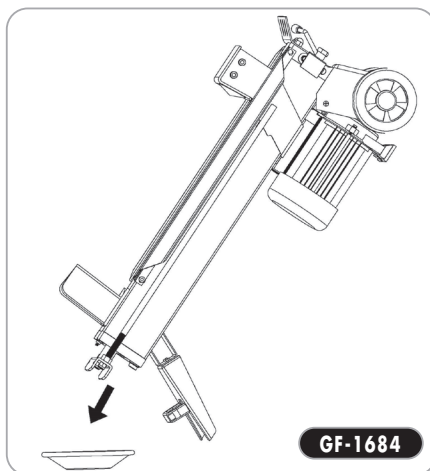

Fig.12
- Rotiti despicatorul de busteni pe partea cu piciorul de sprijin deasupra unui recipient cu capacitate de 4 litri pentru a scurge uleiul hydraulic (Fig.12).